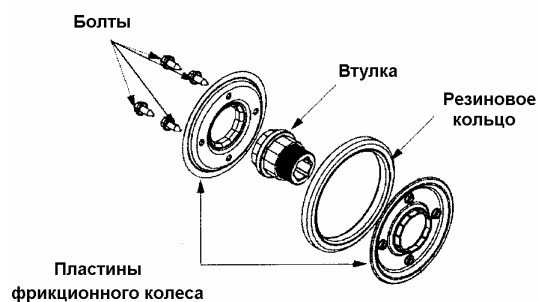

Рис. 23
6. Снимите четыре винта с фрикционного диска (см. рис. 23).